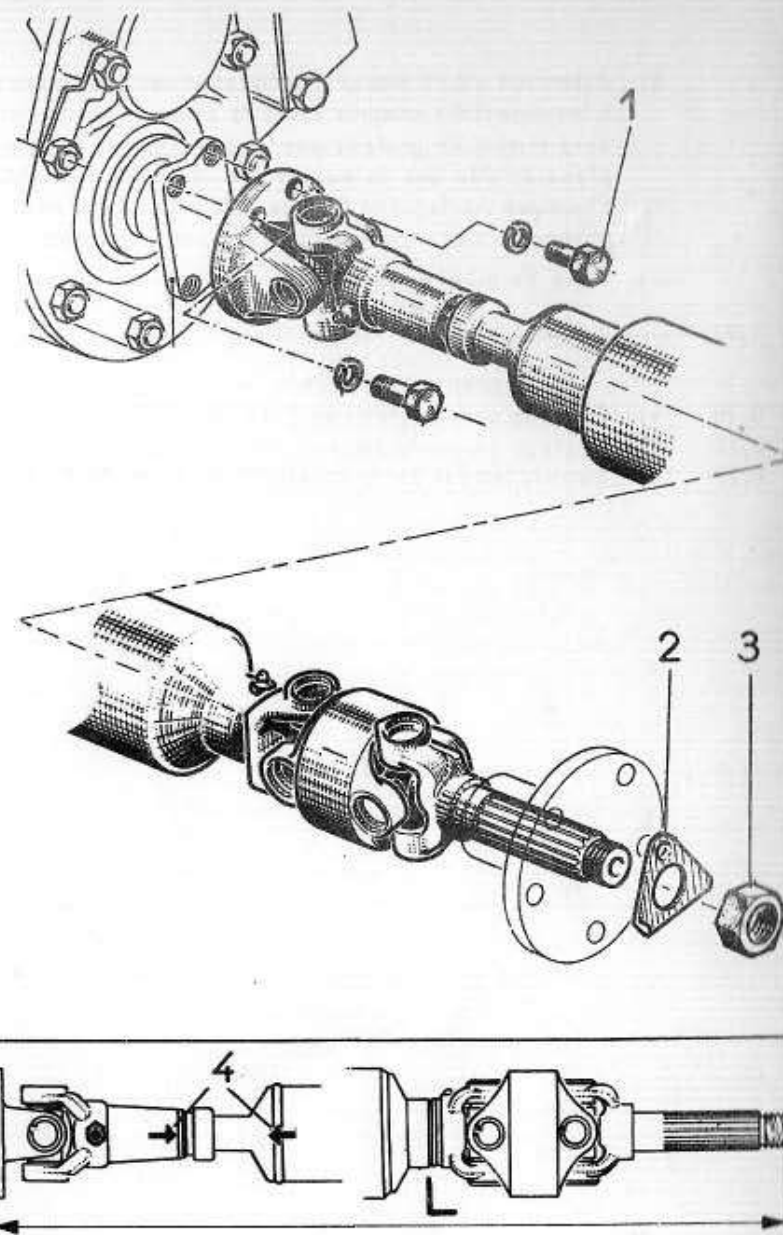

Fig. 12
308 - DEPOSE et POSE d'une TRANSMISSION GLAENZER (Fig. 12)
- 10) Poser le frein et l'écrou (3 - Fig. 12), bloquer celui-ci à $23 \pm \frac{2}{3}$ m/kg
Fig. 12 bis